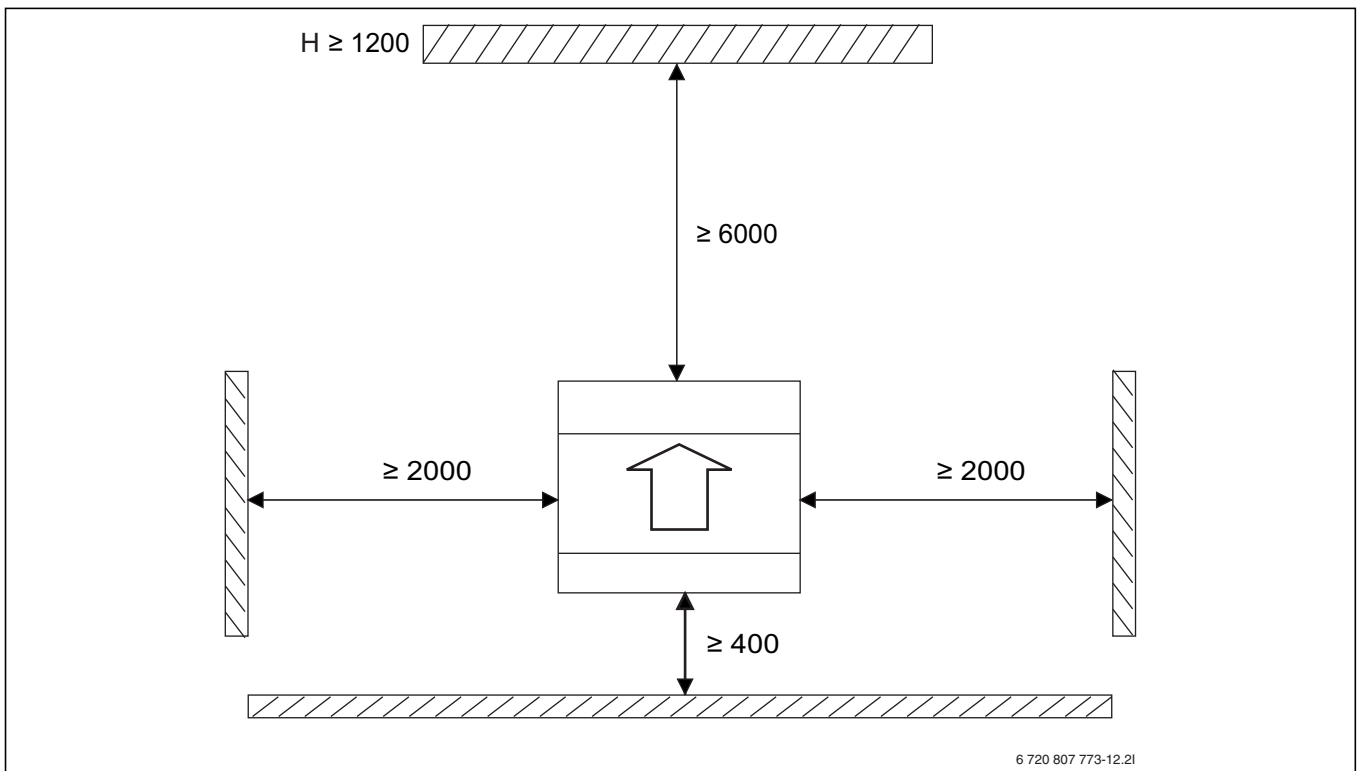

Bild 11 Mindestabstand Wärmepumpe – Umgebung (mm)
- Die Wärmepumpe muss frei stehen, sodass die Luft ungehindert durch den Verdampfer strömen kann (→ Abb. 11).